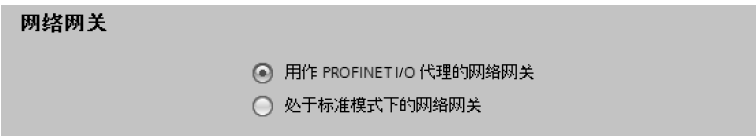

图 7-50 设置网关
- 7) 在监视窗口中，转至“网关”（Gateway）区域，并勾选复选框“用作 PROFINET I/O 代理的网络网关”（Network gateway as PROFINET I/O proxy），如图 7-50 所示。